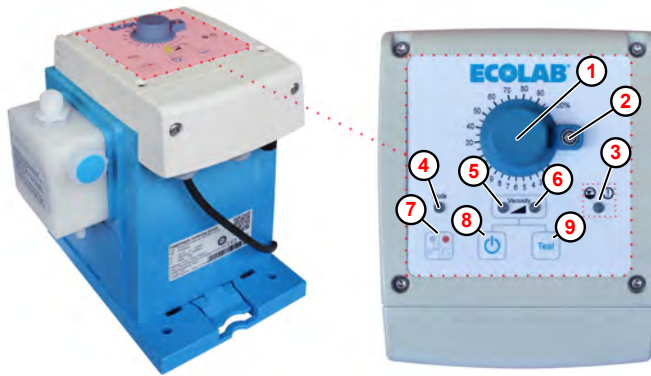

Fig. 15 : Touche Marche/Arrêt du système « EcoUp »
1. ➔ La touche Marche/Arrêt ( Fig. 15 , ⑧ ) permet de mettre la pompe en circuit et hors circuit.
En fonction du mode de dosage sélectionné, la LED gauche ( Fig. 15 , ⑤ , viscosité basse) ou la LED droite ( Fig. 15 , ⑥ , viscosité élevée) est allumée en continu ou clignote. En mode « Veille », la LED correspondante reste allumée en vert en continu puis clignote en jaune dès que la pompe dose.
1. ➤ Lors de la première mise en marche, la pompe est réglée sur le mode de fonctionnement manuel et la LED mode de fonctionnement ( Fig. 15 ,  ) est éteinte. La pompe démarre immédiatement après sa mise en circuit et la LED état de fonctionnement/mode de dosage  ou  s'allume en vert.